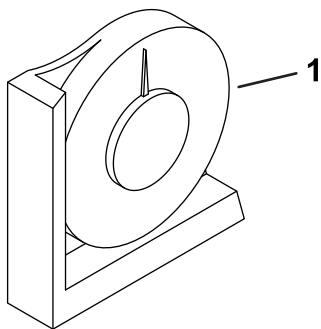

图 3
2. 将手持倾角计（随机器提供）放到油箱旁边的机架横梁上，检查机器是否水平（图 3）。